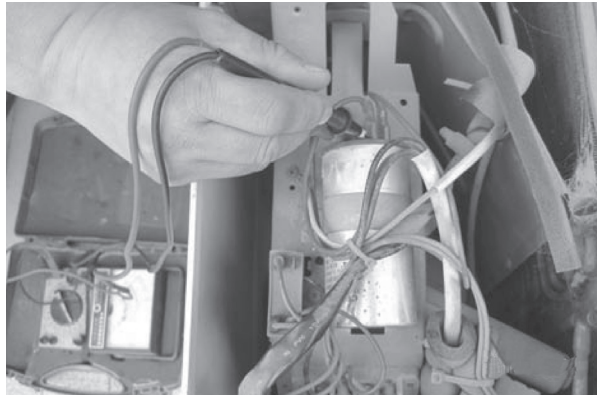

图 4-60 检测压缩机起动电容是否损坏
8) 测量启动电容为 $35\mu\text{F}$ ，仔细检查发现其底部已鼓起，判断压缩机启动电容损坏，如图 4-60 所示。